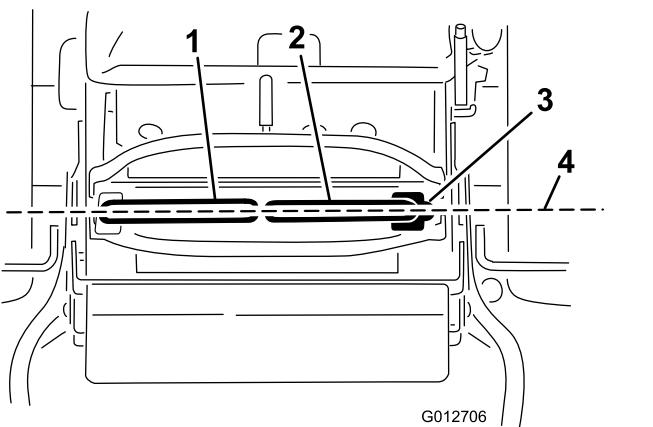

Figura 66
Importante: Controllate che l'allineamento sia giusto dopo aver regolato le leve di controllo del movimento (Figura 66).
- Una volta completato l'allineamento orizzontale, verificate l'allineamento longitudinale spingendo leggermente le leve di controllo del movimento in avanti per correggere l'eventuale gioco a livello della tiranteria delle leve di controllo (Figura 66).